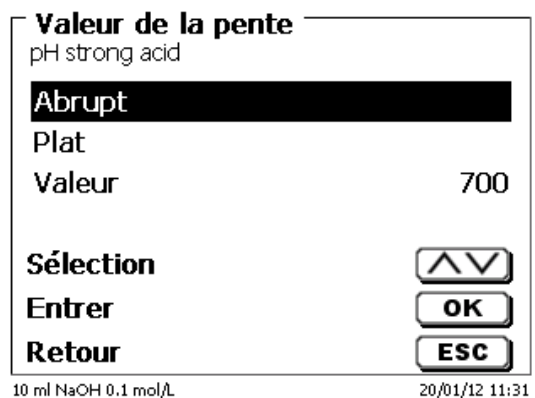

Fig. 156
Si la reconnaissance du point d'équivalence (EQ) est activée, il est possible de fixer la valeur de pente pour le point d'équivalence (Fig. 156).